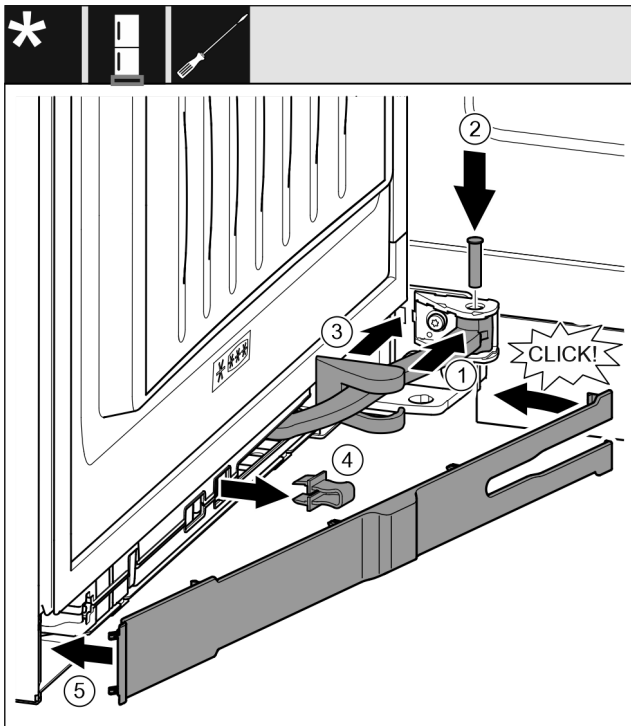

Fig. 47
- ▶ Scharnier in de ophanging draaien. Fig. 47 (1)
- ▶ Bout met een schroevendraaier T15 in ophanging en scharnier plaatsen. Opletten dat hierbij de vergrendelnok correct in de groef zit. Fig. 47 (2)
- ▶ Afdekking van de lagerbus langs het scharnier schuiven en over de ophanging monteren. Fig. 47 (3)
- ▶ Borging verwijderen. Fig. 47 (4)
- ▶ Paneel aan de kant van de greep aanbrengen en naar binnen draaien. Fig. 47 (5)